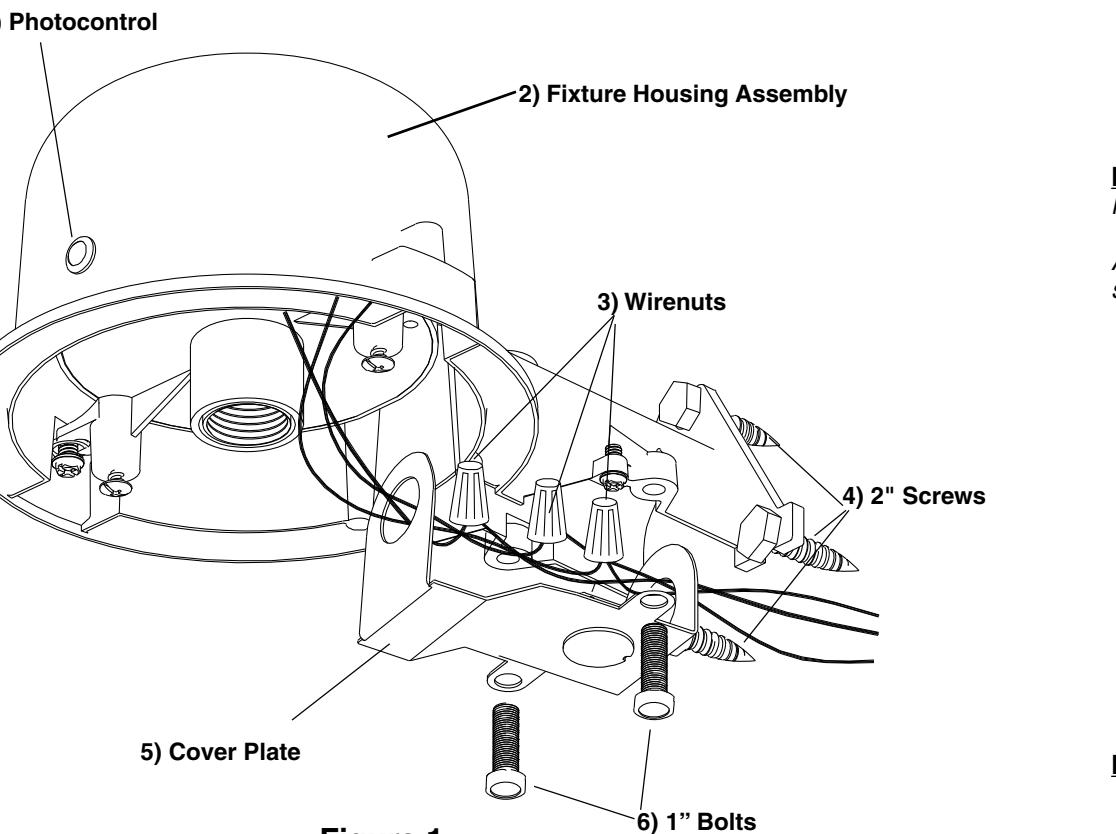

Figure 1
7. Remove knockout on back of Cover Plate (5) for junction box mounting or remove knockout on bottom of Cover Plate for conduit mounting and feed house supply wires through hole. Note: This fixture is intended for use with conduit connectors, conduit and junction box that are UL listed suitable for wet locations and are properly installed and grounded. See Fig. 1.
8. Align Cover Plate (5) below fixture arm area as shown in Fig. 1 and thread fixture wires through hole in Cover Plate.
9. Use Wirenuts (3) to connect the black fixture wire to the black house power supply wire and the white fixture wire to the white (neutral) house supply wire.
10. Hold the Fixture Housing Assembly (2) firmly and connect the copper ground wire from the fixture to the bare copper ground wire from the junction box using a Wirenut (3). Note: If house wiring does not include a ground wire, consult your local electrical code for approved grounding methods.
11. Secure Cover Plate (5) to housing with two 1" Bolts (6). See Fig. 1.
7. Quite el "knockout" en la parte trasera de Placa de la Cubierta (5) para montaje a caja de conexiones o quite el "knockout" en el fondo de la Placa de la Cubierta para montaje a tubo conduit y encamine los alambres de suministros de la casa por el agujero. Nota: Este luminario esta concebido para uso con conectores de conductor, conductor y cajas de conexiones que estén listadas UL para ubicaciones húmedas y estén apropiadamente instalados y conectado a tierra.
8. Alinee la Placa de la Cubierta (5) debajo del área de brazo del luminario como mostrado en la Fig. 1 y encamine los alambres del luminario a través del agujero en la Placa de la Cubierta.
9. Use Capuchones de Alambres (3) para conectar el alambre negro del luminario al alambre negro de suministro de electricidad de la casa y el alambre blanco del luminario al alambre blanco (neutral) de suministro de electricidad de la casa.